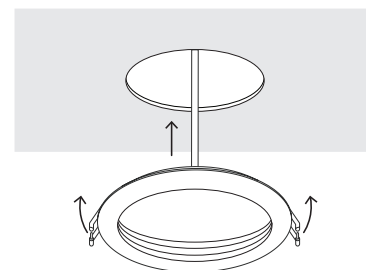

Figure 4
2. Push spring loaded clips on the fixture upwards and insert fixture base in to the mounting hole. Release the clips and fixture will be pulled flush to the ceiling. (Figure 4)
2. Pousser les clavettes sur le montage vers le haut et insérez la base de fixation dans le trou de montage. Relâchez les clavettes et l'appareil sera tiré au ras du plafond. (Figure 4)